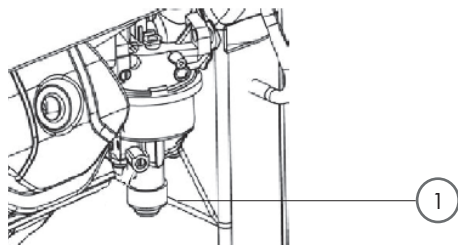

Рис. 15
2. Снять крышку топливного бака и сливную пробку (1) (рис. 15) с бачка карбюратора и слить топливо в подходящую емкость.